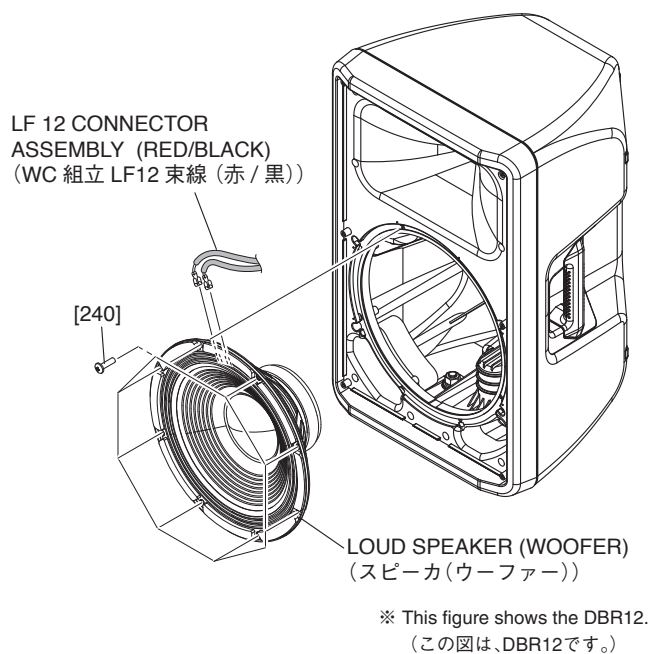
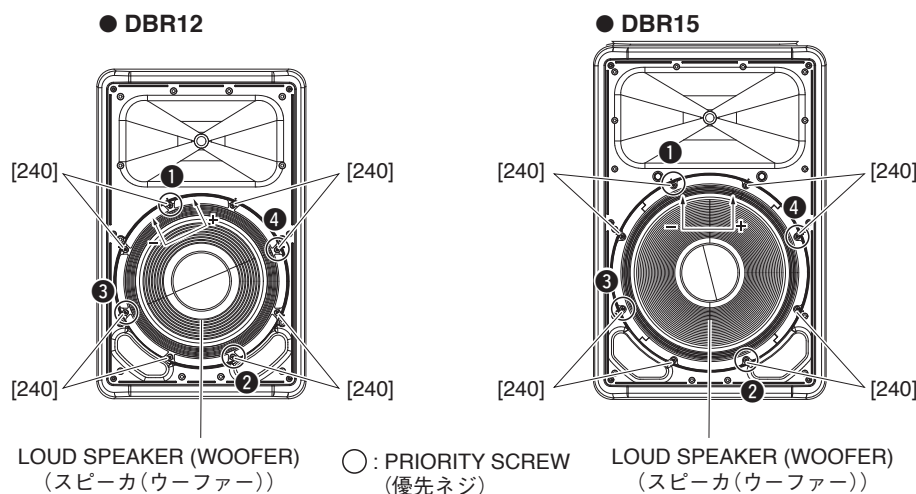
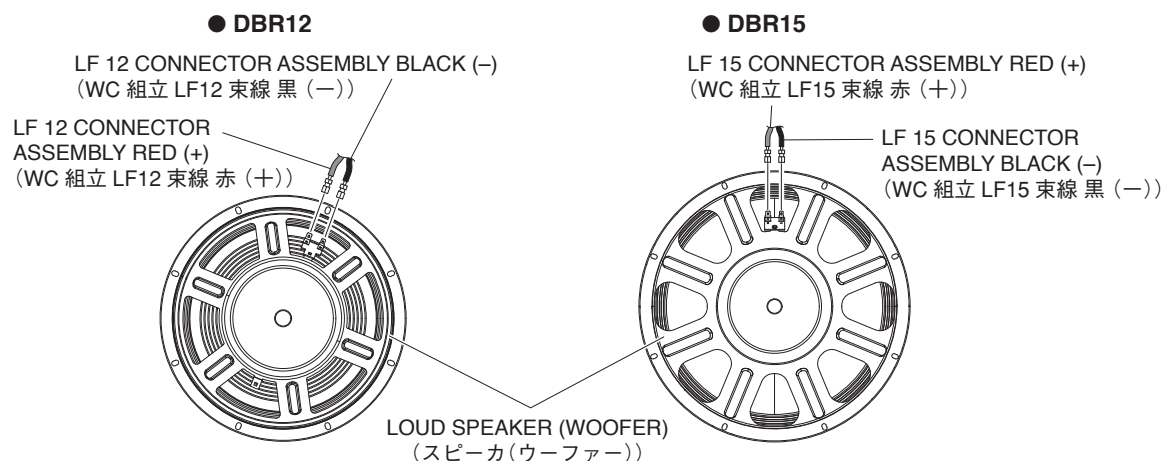

Fig. B-2 (図B-2)
Fig. B-3 (図B-3)
Fig. B-4 (図B-4)
B-2-2 Remove the eight (8) screws marked [240]. The loud speaker (woofer) can then be removed. (Fig. B-2, Fig. B-3)
* *When installing the loud speaker (woofer), first match the position of the terminal to the direction shown by the ↑↑ mark and then tighten the four (4) priority screws as shown in Fig. B-3.*
B-2-3 Remove the LF 12 connector assembly/LF 15 connector assembly (red/black) attached to the loud speaker (woofer) terminal. (Fig. B-2, Fig. B-4)
B-2-2 [240]のネジ8本を外して、スピーカ(ウーファー)を外します。(図B-2、図B-3)
※ スピーカ(ウーファー)を取り付けるときは、端子の位置を↑↑印の方向に合わせてから、図に示す優先ネジ4本を先に締めてください。(図B-3)
B-2-3 スピーカ(ウーファー)端子に取り付けられているWC組立LF12束線/WC組立LF15束線(赤/黒)を外します。(図B-2、図B-4)